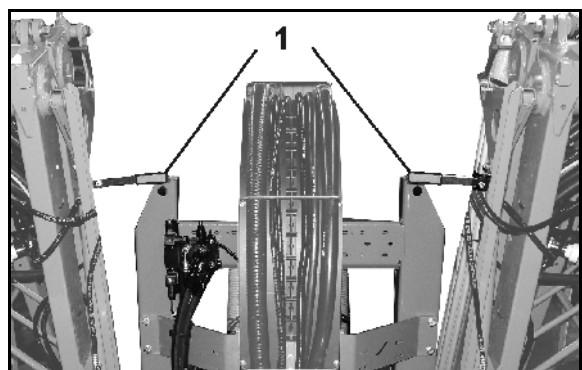

Fig. 11
- Fig. 11/...
- (1) Contrôle visuel du verrouillage de la rampe **Super-S**